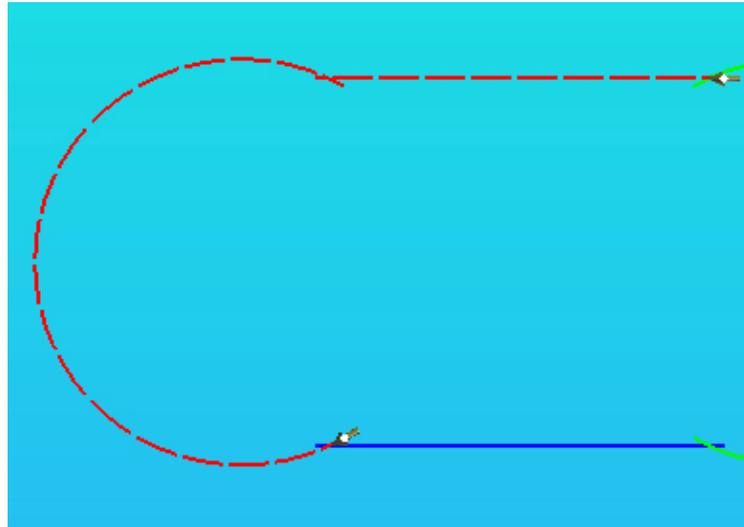

Abb. 1.45: Kreisbogen und angrenzende Gerade ausgewählt
- ◆ Mausklick auf das Werkzeug **Einzel/Mehrfach** in der rechten **Werkzeugleiste (6)**, so daß es hell hinterlegt und damit die Mehrfachauswahl aktiv ist.
- ◆ Auswahl des linken Kreisbogens sowie der oberen angrenzenden Geraden durch Mausklick (*Abb. 1.45*).